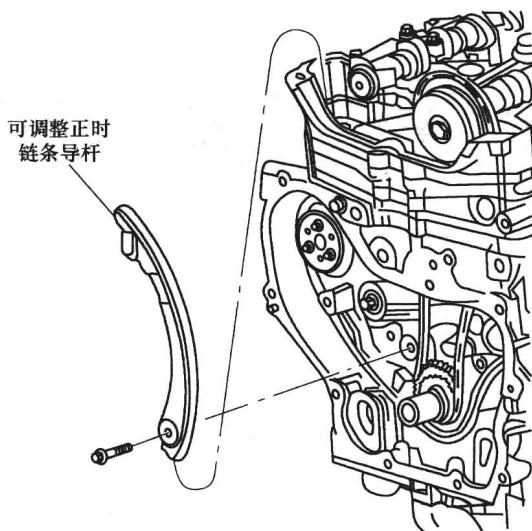

图 1-5 拆下可调整正时链条导杆
- (10) 拆下排气凸轮轴螺栓和排气凸轮执行器。
- (11) 拆下可调整正时链条导杆螺栓。
- (12) 拆下可调整正时链条导杆，如图 1-5 所示。